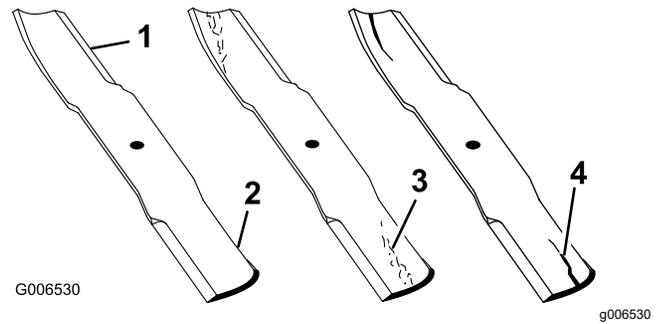

図 50
1. 刃先の部分を点検する 図 50。
4. ひび、磨耗、割れの発生などがあれば、直ちに新しいブレードに交換する 図 50。